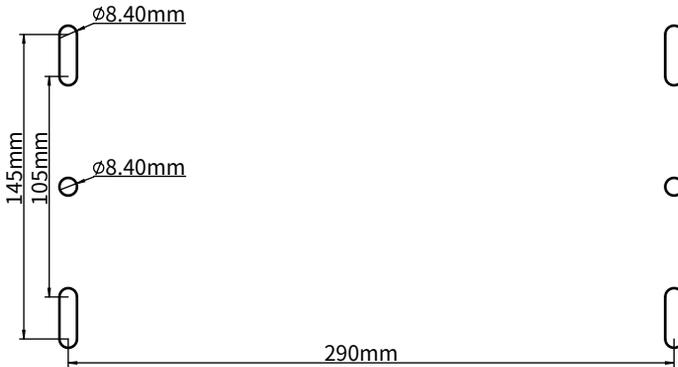

Figura 3-8
Paso 4: Coloque el módulo del driver en la posición adecuada en la superficie correspondiente y fíjelo con tornillos M8 (consulte la figura 3-8 para ver los orificios de fijación).